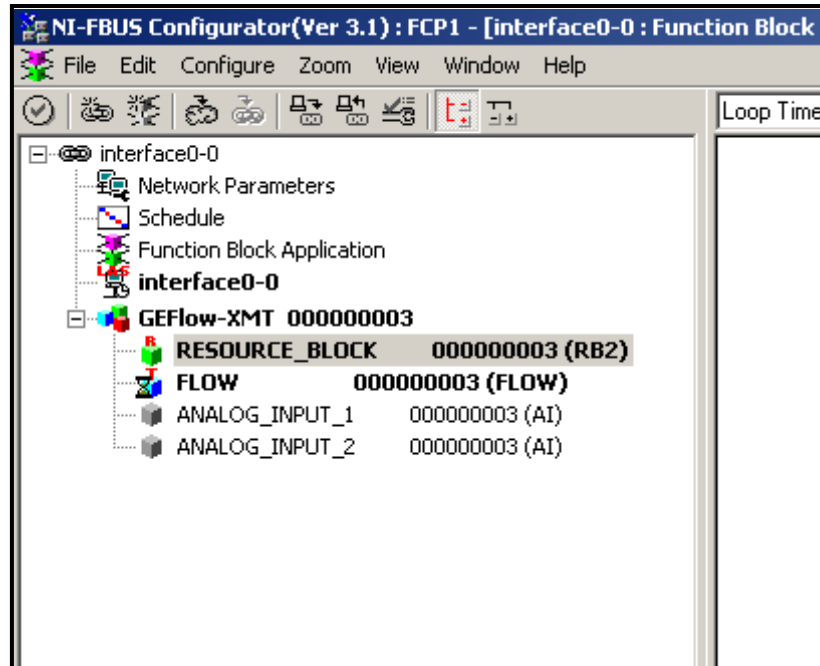

Figura 40: Ejemplo de configuración de la herramienta
Figura 40 muestra la herramienta de configuración con un caudalímetro en la red (Panametrics Flow-XMT).
1. Haga doble clic en el bloque IA para el que desea configurar las unidades (ANALOG_INPUT_1 (ENTRADA ANALÓGICA 1) o ANALOG_INPUT_2 (ENTRADA ANALÓGICA 2) en el árbol bajo GEFLOW-XMT; ver Figura 40 en la página 98).
1. Haga doble clic en el bloque transductor de FLUJO (en el árbol bajo GEFLOW-XMT; ver Figura 40 en la página 98).